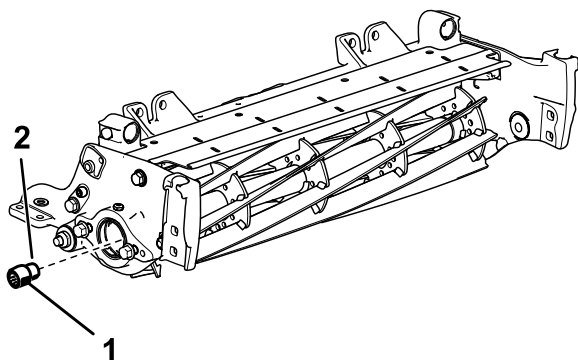

Figura 3
5. Rimuovete l'inserto scanalato da ciascuna estremità dell'albero dei cilindri utilizzando l'utensile per l'albero di trasmissione (n. cat. TOR4112 per il cilindro da 12,7 cm e n. cat. TOR4074 per il cilindro da 17,8 cm). Vedere Figura 3.